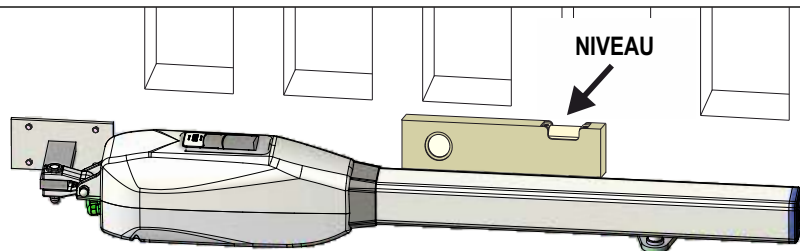
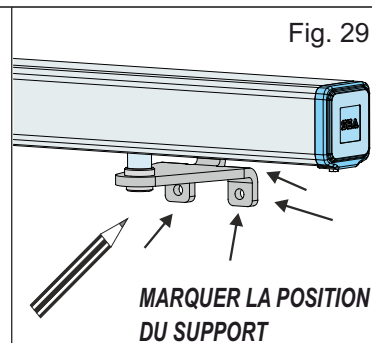

Fig. 28
Fig. 29
- Appuyer le support antérieur contre le portail et placer la tige dans l'emplacement - Fig. 29
- À l'aide d'un niveau - Fig. 28, **assurez-vous que l'opérateur et le support sont en position parfaitement horizontale** puis marquez la position de montage du support et des trous - Fig. 29